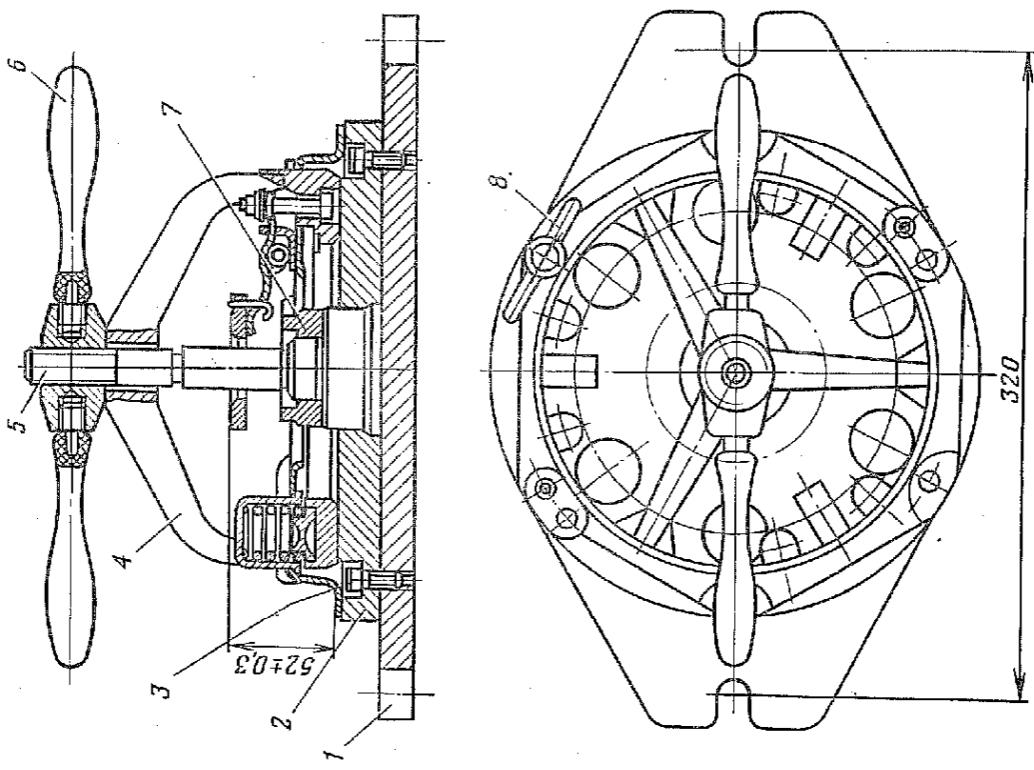
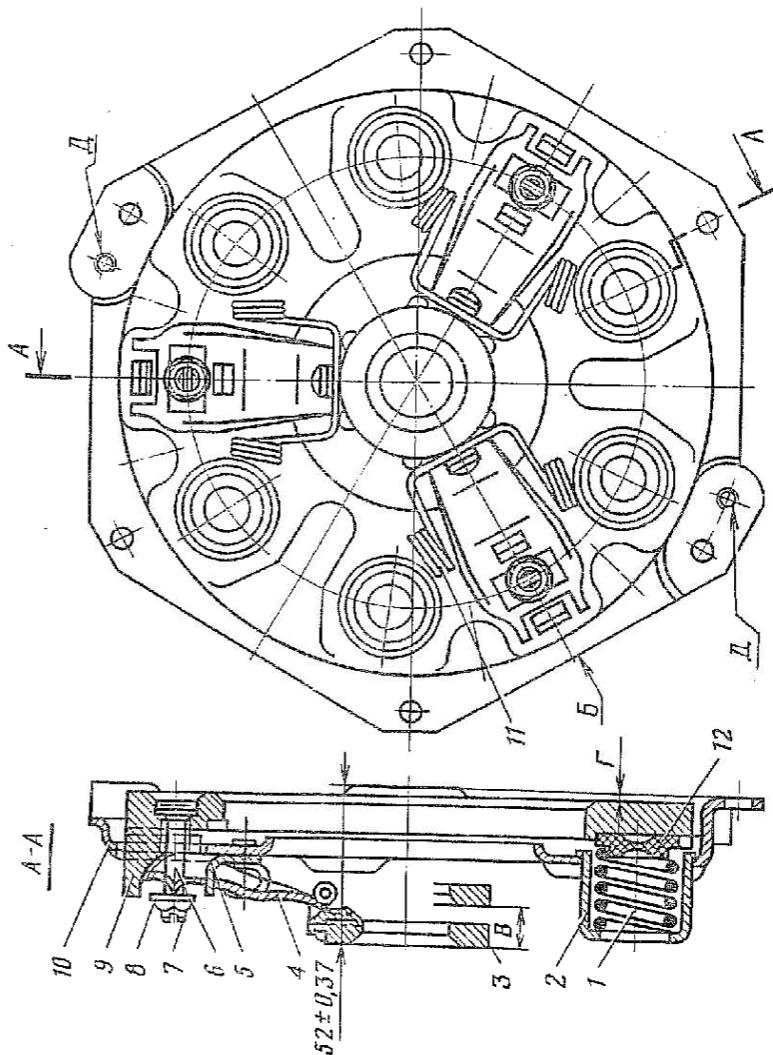

Рис. 122. ПРИСПОСОБЛЕНИЕ ДЛЯ РАЗБОРКИ И СБОРКИ НАЖИМНОГО ДИСКА
Рис. 123. Нажимной диск сцепления с кожухом в сборе:
1.1. Установить нажимной диск сцепления с кожухом в сборе на приспособление (рис. 122) и, вращая рукоятку 6, сжать нажимные пружины (приспособление).
1.2. Пометить взаимное положение кожуха 10 (рис. 123) и нажимного диска 9 сцепления (кернер, молоток 500 г).
1.4. Отвернуть рукоятку 6 (рис. 122) приспособления, снять кронштейн 4, кожух 10 (рис. 123) сцепления, стаканы 2 нажимных пружин, нажимные пружины 1 и термоизоляционные прокладки 12. Снять нажимной диск 9 с приспособления, вынуть из отверстий нажимного диска пальцы 6.
3.1. Установить в отверстия нажимного диска 9 (рис. 123) пальцы 6.
3.5. Установить кронштейн 4 (рис. 122) приспособления на кожух 10 (рис. 123) и, вращая рукоятку 6 (рис. 122), сжать нажимные пружины 1 (рис. 123), установить на пальцы 6 опорные шайбы 8 и завернуть регулировочные гайки 7. Отвернуть рукоятку 6 (рис. 122) и снять кронштейн 4 с кожуха (отвертка 150×0,5, ключ 12).
3.6. Провести десятикратное выключение сцепления перемещением пяты 3 (рис. 123) на размер *B*, равный 11 мм. Снять нажимной диск сцепления с кожухом в сборе с приспособлением (штангенциркуль ШЦ-1-125-0,1).